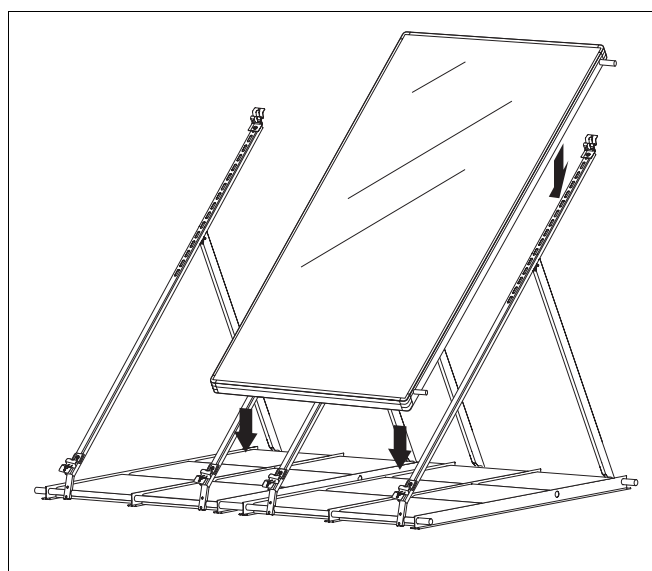

Fig. 37 Colocar o primeiro colector
- ▶ Coloque o primeiro colector (Fig. 37) no centro das cavidades dos suportes de colector previamente montados.